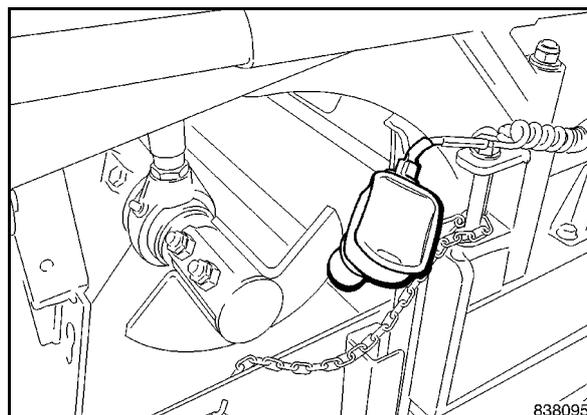

Fig. 86
- Montare il sensore a ultrasuoni (Fig. 86) per la distribuzione del materiale coclea.